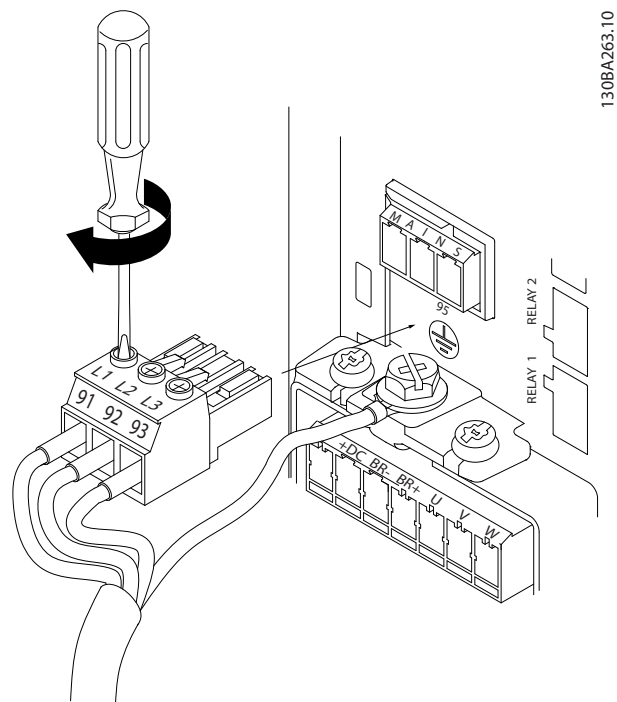

図 3.10 主電源プラグの取り付け
3. 主電源ケーブルを主電源プラグに差し込み、図 3.10 に示すようにねじを締め付けます。